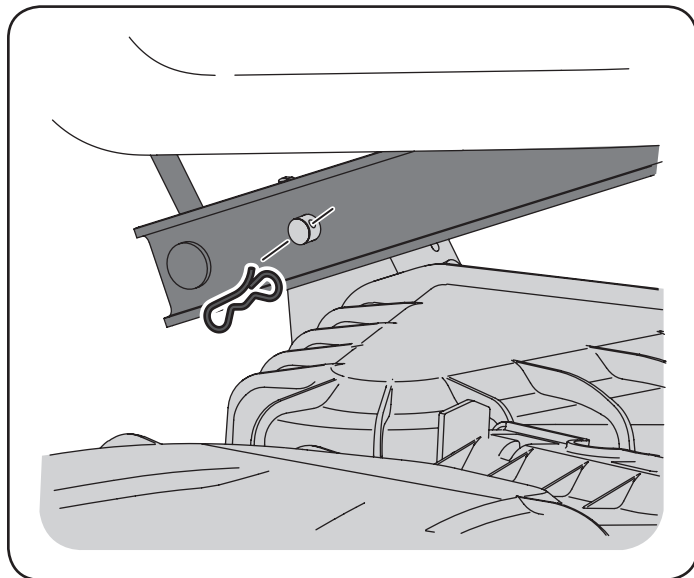

Figura 29
- Mirando hacia la plataforma de corte desde el lado izquierdo del tractor, ubique el pasador de chaveta en el lado posterior izquierdo de la plataforma. Vea la Figura 29.
- Retire el pasador y saque el pasador de la plataforma del brazo de elevación de la misma. Vea la Figura 29.